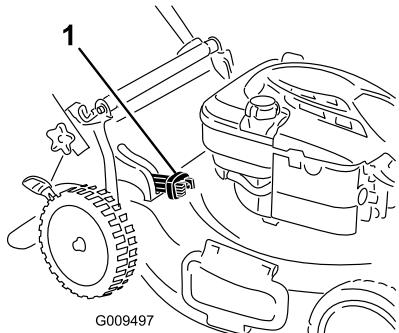

Рисунок 18
- Для сбора скопленной травы и листьев в мешок нажмите кнопку на рычаге сбора в мешок и двигайте рычаг вперед, пока кнопка на нем не вернется в исходное положение (Рисунок 18).